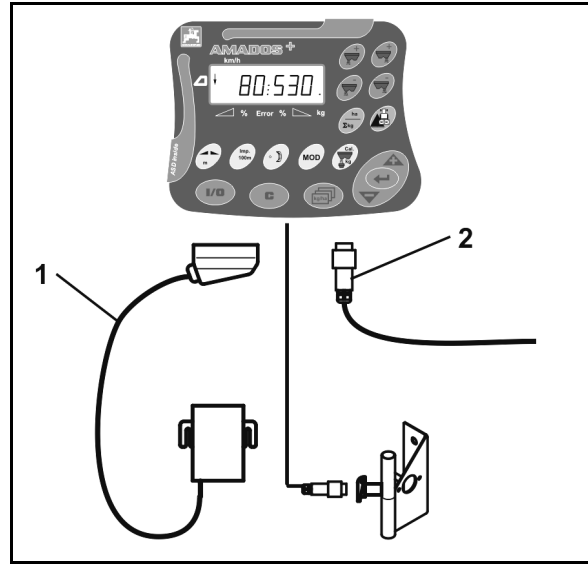

Fig. 2
- Traktöre monte edilen / eklenen makina, makina soketi üzerinden (Fig. 2/1) bağlanmalıdır.
- Traktör sinyal prizine veya X sensörüne ilişkin sinyal kablosu (Fig. 2/2) AMADOS⁺ için bağlanmalıdır.